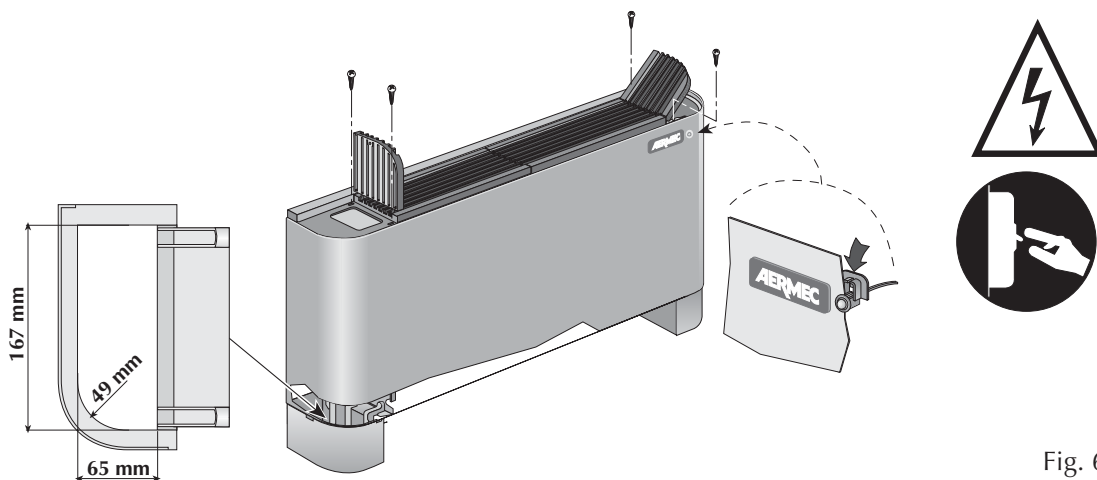

Fig. 6
- Togliere il mantello svitando le viti (fig. 6).
- Rimontare l'involucro, senza dimenticarsi di connettere la sonda ambiente che deve sporgere verso l'esterno di circa 3 mm dal portasonda e deve essere saldamente fissata con l'apposito bloccasonda (fig.6).
- Slacken the screws and remove the housing (fig. 6).
- Refit the housing and reconnect the ambient probe (which should protrude outwards by approximately 3 mm from the holder); secure the latter with the locking device (fig.6).
- Oter l'habillage en dévissant les vis (fig. 6).
- Remonter l'habillage, sans oublier de connecter la sonde de température ambiante qui doit ressortir d'environ 3 mm du porte-sonde et qui doit être solidement fixées au moyen du dispositif de blocage prévu à cet effet (fig. 6).
- Die Schrauben lösen und das Gehäuse abnehmen (Abb. 6).
i) Das Gehäuse wieder anbringen. Vorher nicht vergessen, den Raumfühler anzuschließen, der am Fühlerhalter um ca. 3 mm nach außen überstehen und stabil mit dem entsprechenden Befestigungselement (Abb. 6) festgezogen werden muss.